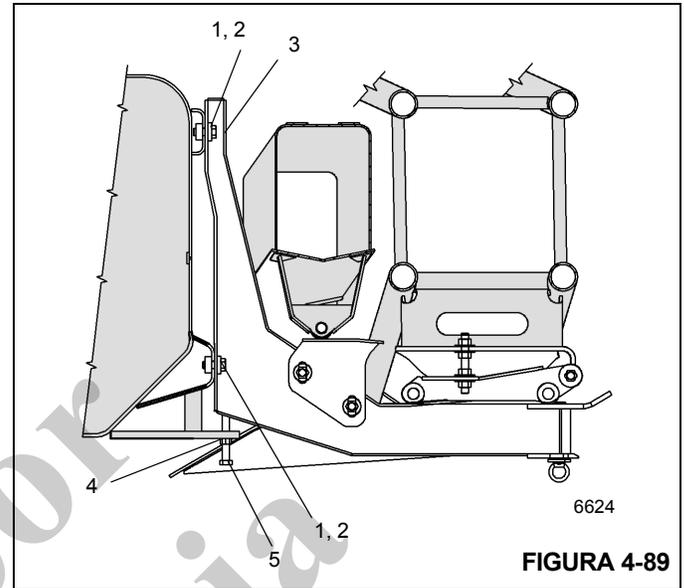

FIGURA 4-89
1. Suelte los artículos 1 y 2 que sujetan el artículo 3 (Figura 4-89).
4. Apriete los artículos 1 y 2 que sujetan el artículo 3 (Figura 4-89).